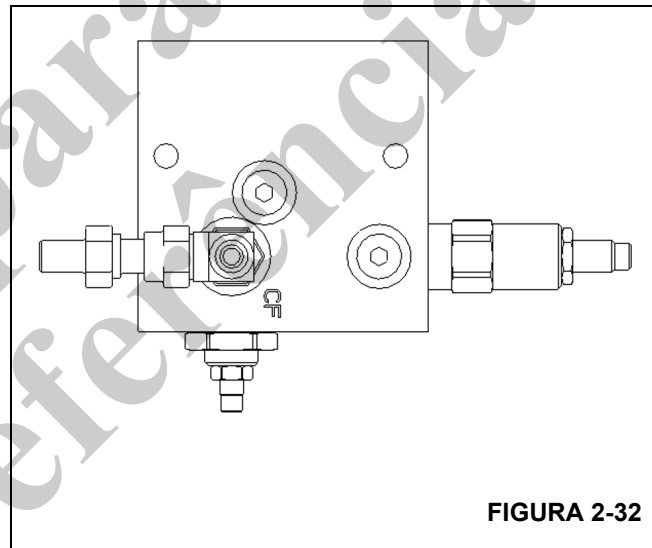

FIGURA 2-32
1. Conecte o manômetro na desconexão rápida na porta CF Figura 2-32. Verifique se a máquina está na temperatura operacional e, em seguida, desconecte o solenoide da válvula do resfriador de óleo (localizado próximo ao motor do ventilador do resfriador de óleo) para assegurar que o ventilador está funcionando na velocidade máxima.